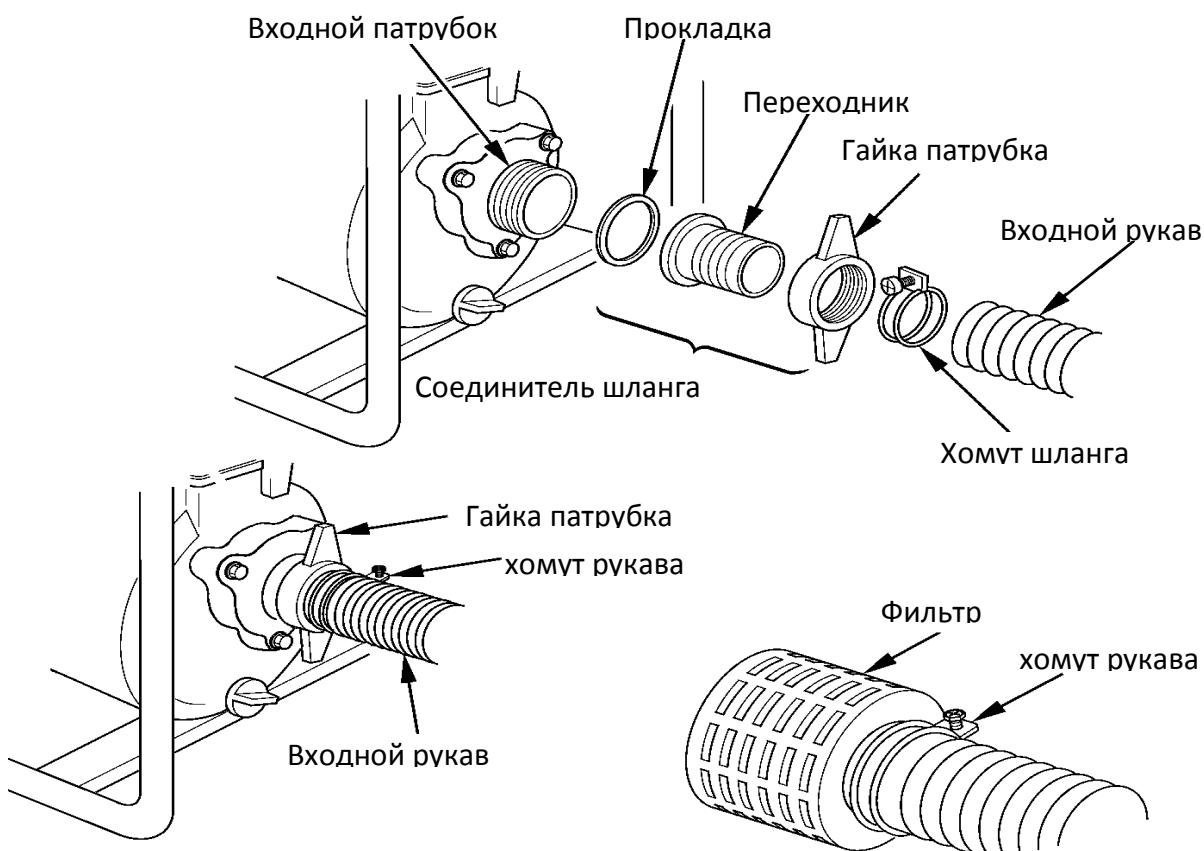

Рис.10
3. Смонтировать детали всасывающего и подающего тракта, для этого используйте имеющиеся в продаже рукава, и штатные соединители и хомуты. Необходимо использовать несминаемые(гофрированные) рукава, исключающие «переламывание». Длина всасывающего рукава не должна превышать требуемую расчетную величину, так как от этого зависит максимальная эффективность работы насоса. Последовательность соединения показана на Рис.10